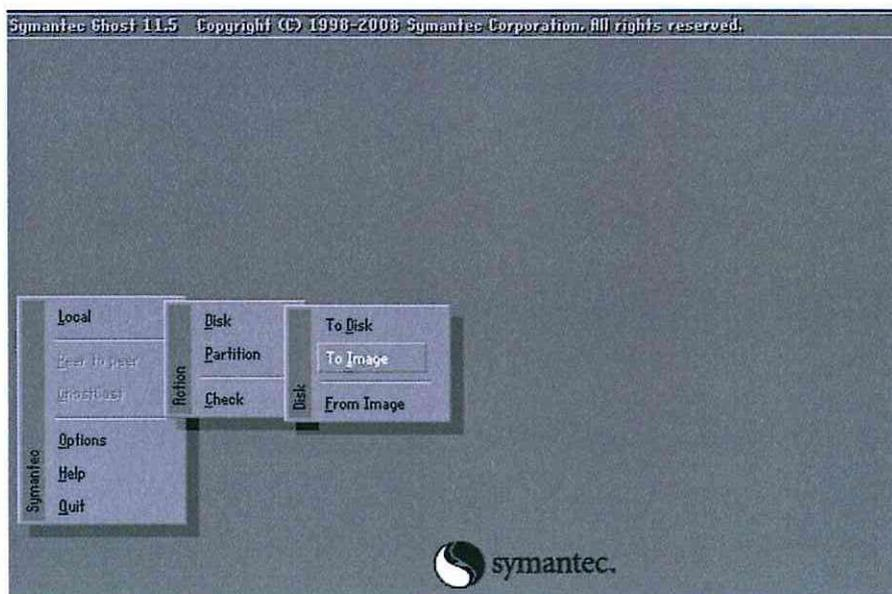

Рисунок 1. Запуск Symantec GHOST версия 11.5.
7.1.1 На АРМ ШН войти в программу Symantec GHOST версия 11.5, в открывшемся окне входим в пункт меню «Local». Если мы хотим сделать образ всего жесткого диска, то выбираем пункт «Disk», если образ одного раздела (обычно нас интересует диск C), то выбираем пункт «Partition». Далее выбираем пункт «To Image» для создания образа (Рисунок 1).